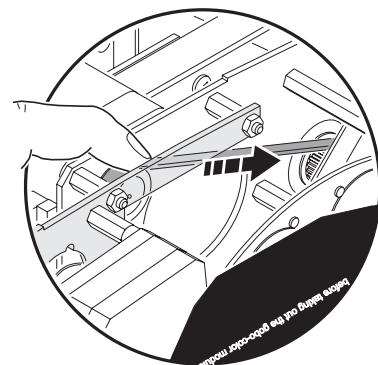

Figure 18: Protégez la roue d'animation en la rentrant dans le module
6. Remettez la tête à l'endroit. Pour éviter de tordre la roue d'animation, ramenez-la vers le centre de l'appareil à l'aide de sa courroie d'entraînement comme indiqué en Figure 18.